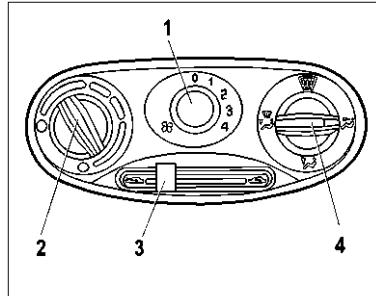

Рис. 36. Блок управления системой вентиляции и отопления
Отопительно-вентиляционная установка автомобиля предназначена для создания в салоне комфортной температуры воздуха, значение которой регулируется блоком управления системой вентиляции и отопления (рис. 36). Однако она не может обеспечить в салоне температуру ниже, чем имеет наружный воздух.
- **рукоятку 2** (см. рис. 36) повернуть по часовой стрелке в правое положение до упора (синяя точка на блоке управления);
– **рукоятку 1** (см. рис. 36) переключателя режимов работы электровентилятора отопителя поставить на желаемую скорость подачи воздуха в салон;